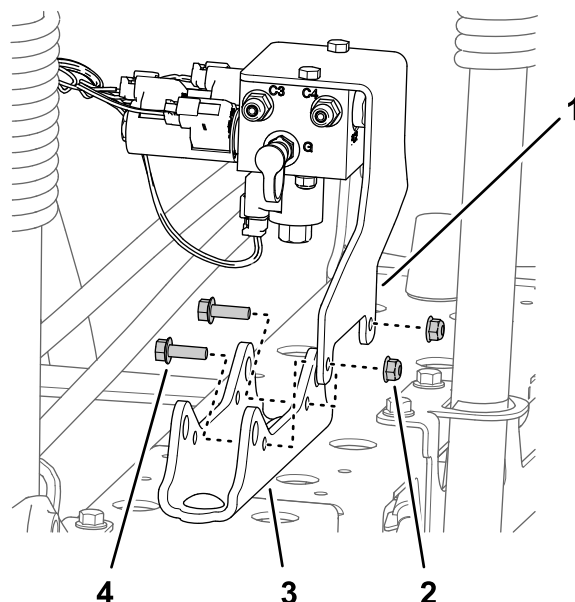

Figura 43
- **Per le macchine senza kit di allineamento delle barre Ultra Sonic Boom opzionale:** rimuovete i 2 dadi di bloccaggio flangiati (5/16") e 2 bulloni a testa flangiata (5/16" x 1") che fissano la staffa di supporto per il collettore di sollevamento delle sezioni al supporto del cilindro e separate il collettore e la staffa dal supporto del cilindro (Figura 43).